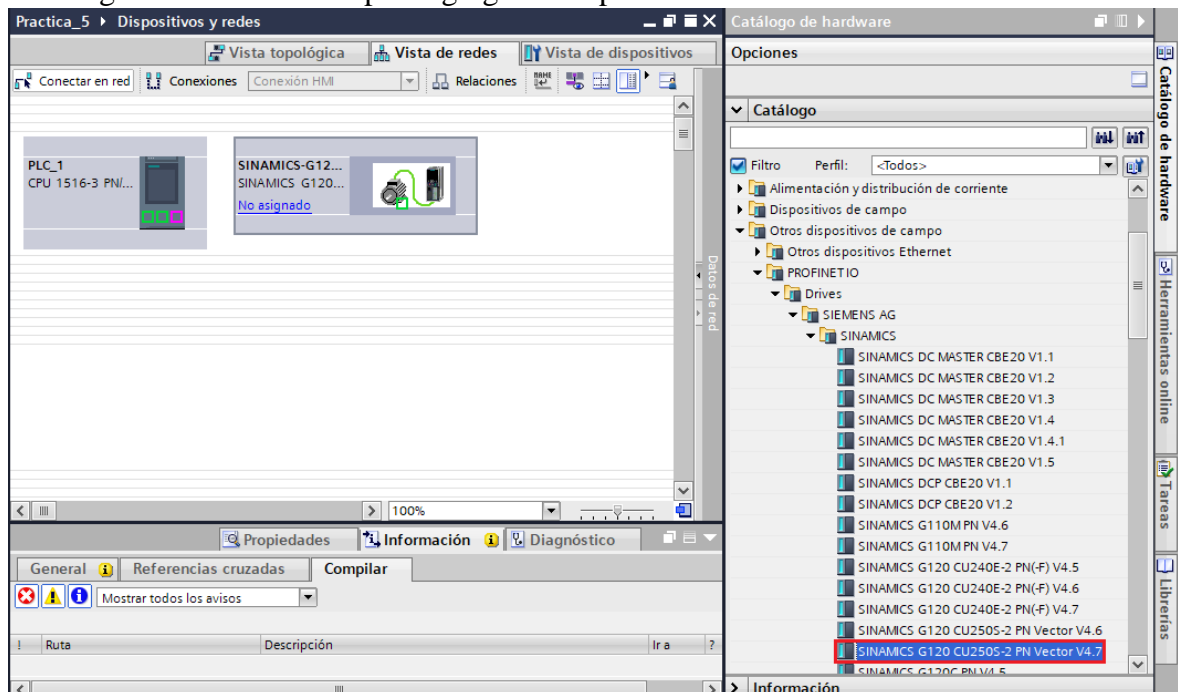

Figura 14. Agregar el variador de frecuencia G120.
(1) Para agregar el variador de frecuencia se debe ubicar en **“Dispositivos y redes”** y luego se debe seguir los siguientes pasos:
- Para agregar el variador se debe hacer clic sobre **“Otros dispositivos de campo” / “PROFINET IO” / “Drives” / “SIEMENS AG” / “SINAMICS” / “SINAMICS G120 CU250S-2 PN VECTOR V4.7”** (ver Figura 14).